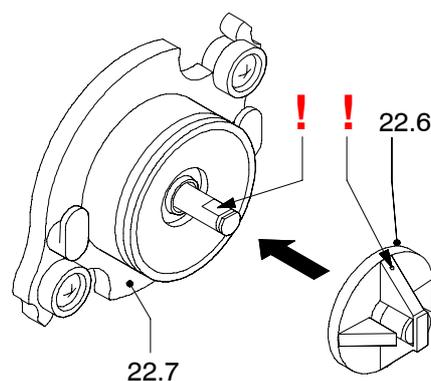

Fig. 5 Montaje del mezclador
- En el montaje del mezclador en el eje de su motor, el punto (fig.5) debe quedar alineado con parte plana del eje del motor del mezclador.